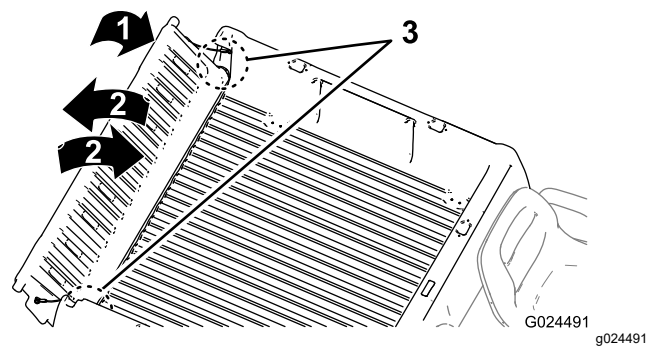

Figura 17
2. Gire el portón trasero a un ángulo de 45° aproximadamente (Figura 17).
3. Mueva el portón trasero varias veces hacia adelante y hacia atrás, con breves sacudidas (Figura 17).